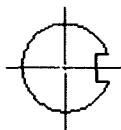

图 3-8
Step 9 单击 按钮，作圆，并使用直线工具作线。使用修剪工具对图形进行修剪处理，如图 3-8 所示。